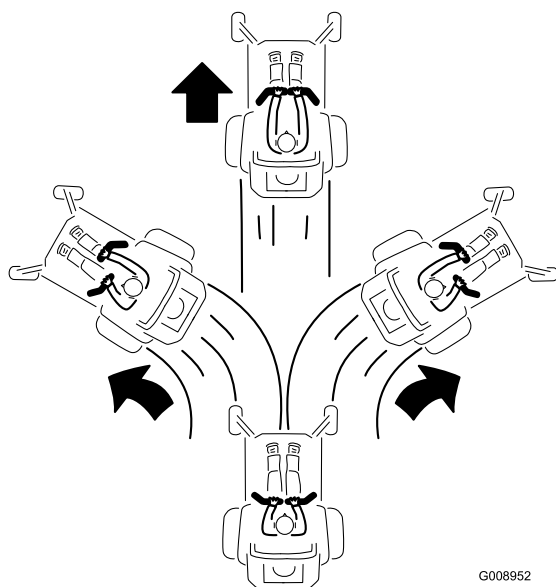

Figure 21
2. Pour vous déplacer en marche avant, poussez lentement les leviers de commande de déplacement vers l'avant (Figure 21).